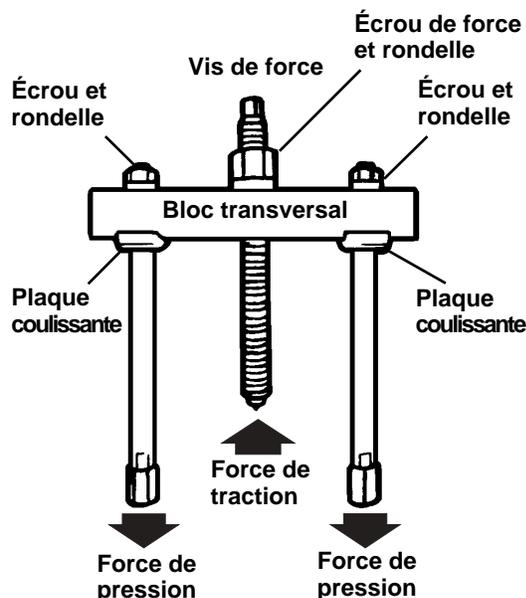

Figure 2
- Insérez la vis de force dans le bloc transversal en installant l'écrou de force et la rondelle **au-dessus** du bloc. Voir figure 2.
- Glissez une griffe à chaque extrémité du bloc transversal en installant les écrous et les rondelles **au-dessus** du bloc et les plaques coulissantes **en dessous**. Voir figure 2.